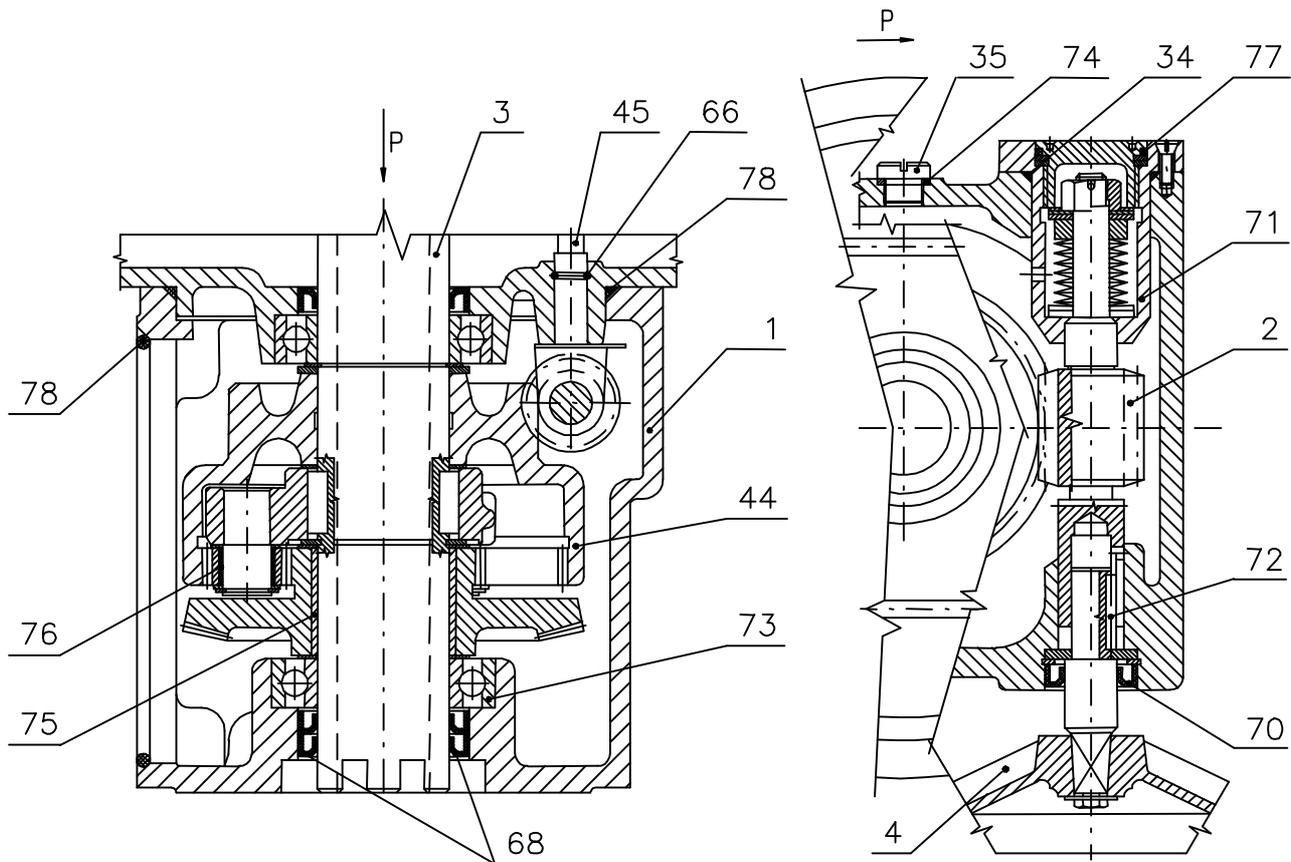
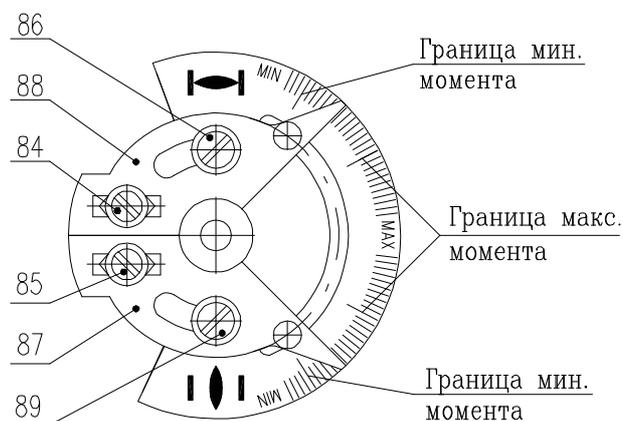

Рис. 2
Рис.4
**Модуль М3 – силовая передача с ручным управлением (рис.2)**
**Моментное устройство (рис. 4 и 5)** состоит из трех функциональных единиц:
- моментное колесо (рис. 4)
**Моментное колесо (рис. 4)** укреплено на моментном валике (45), выходящем от силовой передачи (рис. 2). Угол поворота моментного колеса пропорционален крутящему моменту на выходном вале (3) ЭП. Его величина устанавливается перестановкой сегментов (17) и передвижением упоров (18). Достигнутая величина крутящего момента переносится от моментного колеса на моментное устройство (9) при помощи моментного рычажка (42).